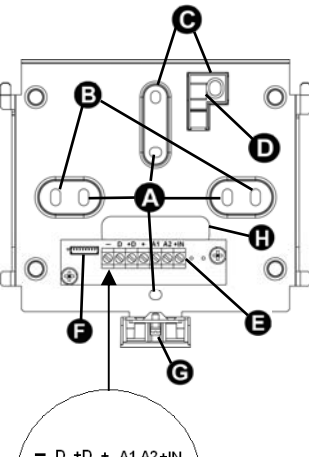

Fig.2
- Fissare la staffa di supporto alla parete tramite tasselli da 6 mm (non forniti), o sulla scatola da incasso qualora presente, tenendo la morsettiere verso il basso (Fig. 2) utilizzando le predisposizioni "A" o "B". Evitare di stringere troppo le viti in quanto la conseguente curvatura della staffa potrebbe rendere difficoltoso l'aggancio della tastiera alla staffa stessa.
- Secure the support bracket to the wall with 6 mm plugs (provided), or on the built-in case if available, keeping the terminal strip downwards (Fig. 2) using the mountings "A" or "B". Avoid over-tightening the screws, in that they may cause the bracket to curve, making it difficult to assemble the keypad onto the bracket itself.